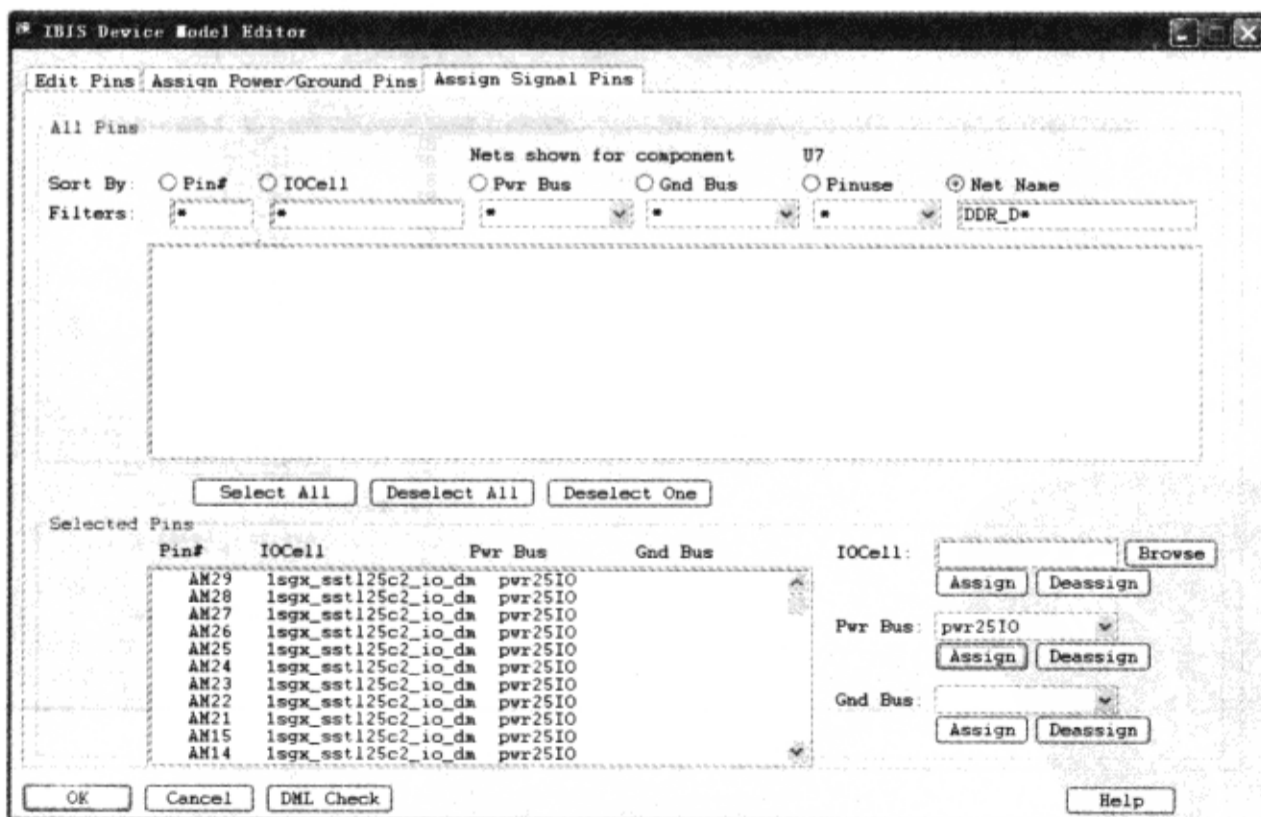

图 5-3-57 分配电源总线
(5) 从“Pwr Bus”下拉菜单选择“pwr25IO”→单击“Assign”按钮，为选择的引脚分配电源总线→“Selected Pins”列表框的“Pwr Bus”栏下列出“pwr25IO”，如图 5-3-57 所示。